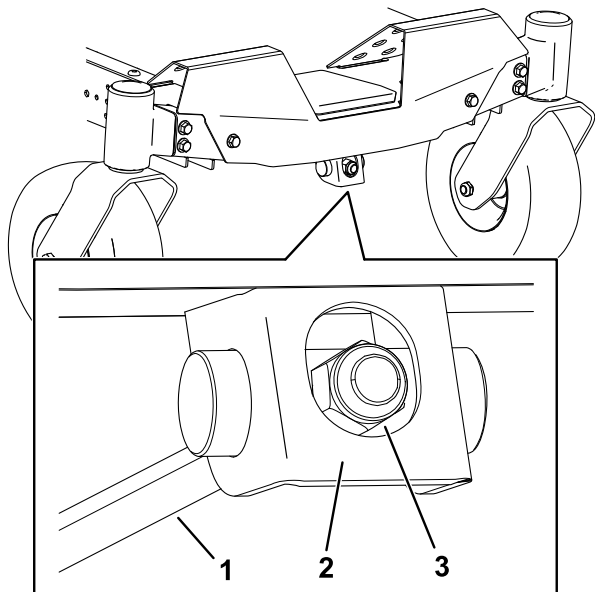

Figura 70
1. Rotii piulia de reglare de la partea din faă a mainii de tuns iarba (Figura 70).